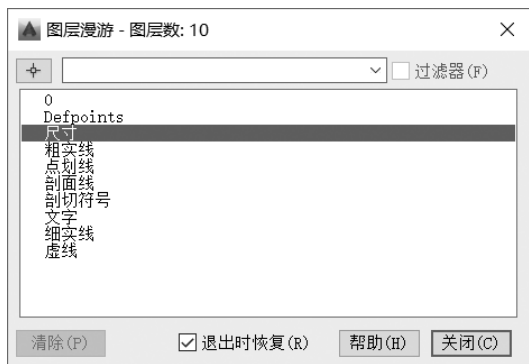

图 4-32 “图层漫游”对话框
1) 单击“图层”面板上的“图层漫游”按钮，打开“图层漫游”对话框，如图 4-32 所示，对话框标题中显示出图形中的图层数。